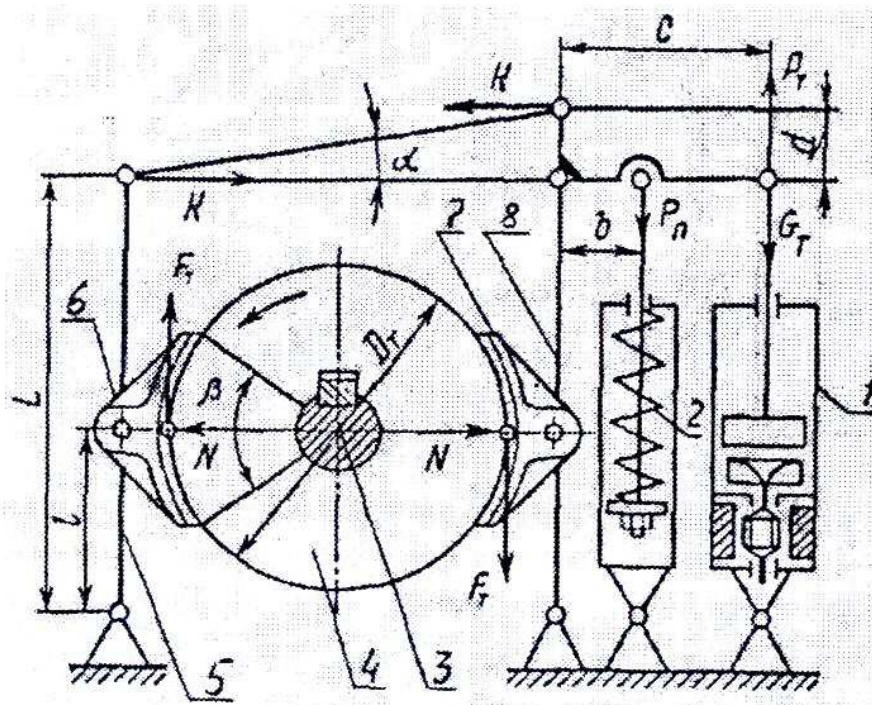
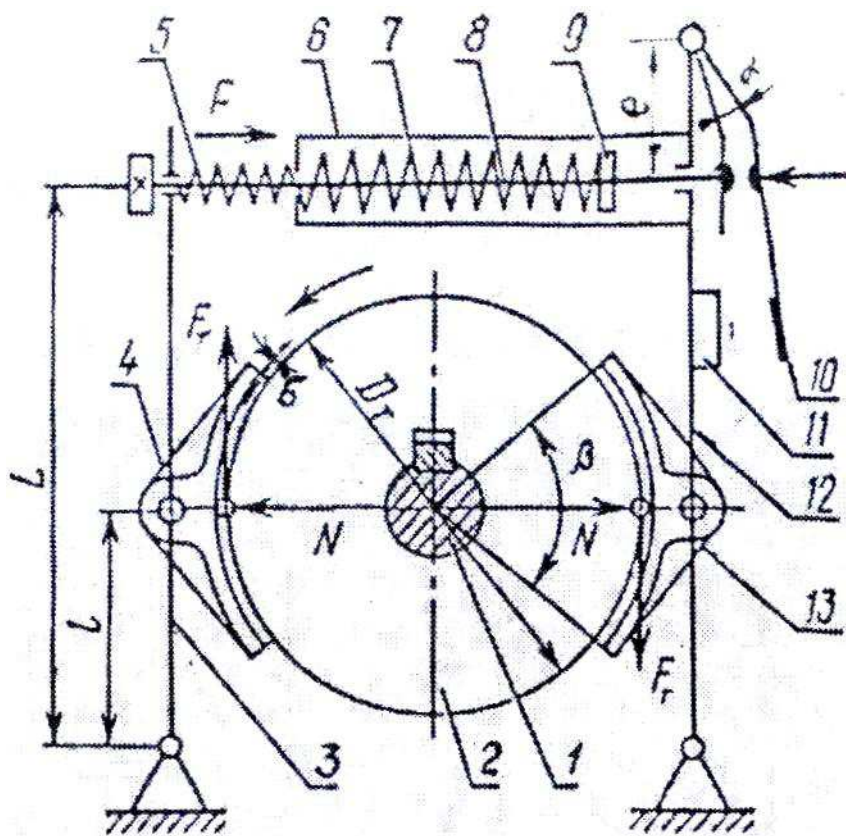

Рис. 1. Колодочный тормоз:
Рис. 2. Колодочный тормоз:
Цель работы: Ознакомить студентов с конструкцией и работой тормоза, развитие навыков практического использования тормоза в механизмах (рис. 1, 2).
Двухколодочные тормоза могут быть с наружными колодками (рис. 1, 2). Прижатие колодки осуществляется пружинами – пружинное замыкание. Пружины могут быть расположены горизонтально (рис. 1) и вертикально (рис. 2).
1. Записать тормозной момент, задаваемый преподавателем (тормоз ТКТ-200 рис. 2, тормоз ТКТ-160, рис. 1).